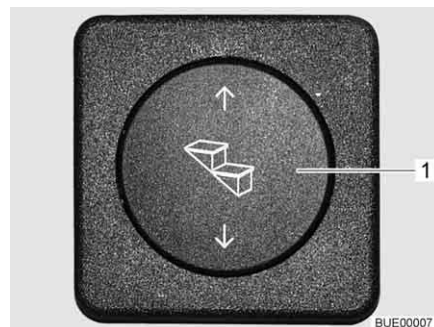

Fig. 12 Touche marchepied
- Appuyer sur le bas du bouton-poussoir basculant (Fig. 12,1) et le maintenir pressé (pendant au moins 3 secondes) jusqu'à ce que le marchepied soit entièrement sorti.
- Appuyer sur le bouton-poussoir basculant (Fig. 12,1) vers le haut jusqu'à ce que le marchepied soit entièrement ressorti.